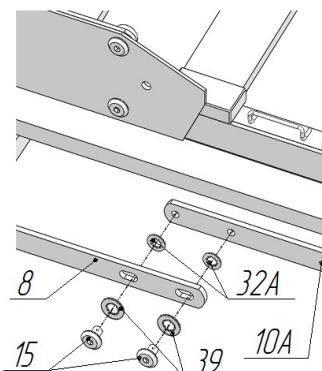

Рис.6.3
13) Соединить в соответствии с рисунками 6.3, 6.4 тяги поз. 10 и 10А с тягами поз.7,8, присоединёнными к механизмам подъёма, используя шайбы стопорные поз.32А и винты M8x16 поз.15. Под головки винтов положить шайбы поз.39 (рис.6.3,6.4). Винты до упора не затягивать.